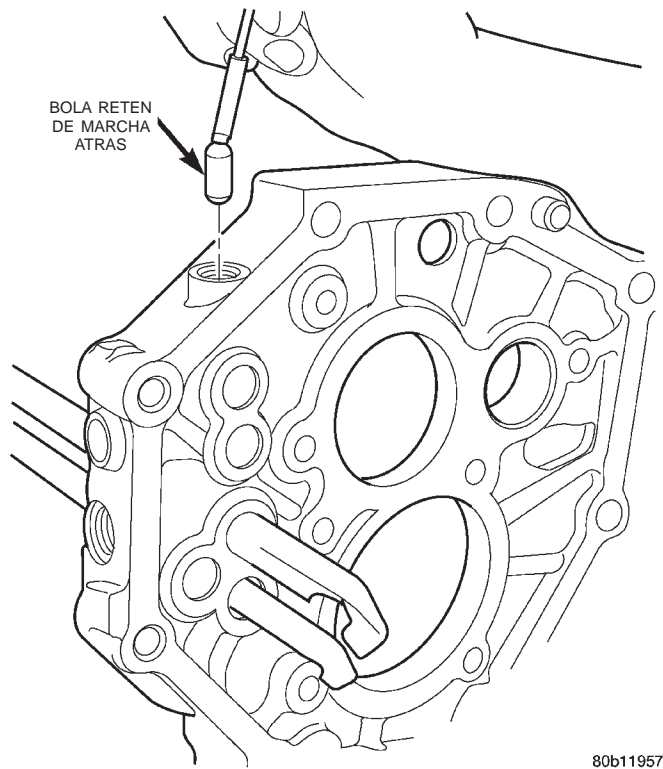

Fig. 72 Desmontaje de la bola retén de marcha atrás
(29) Retire la bola retén alargada de marcha atrás (Fig. 72).